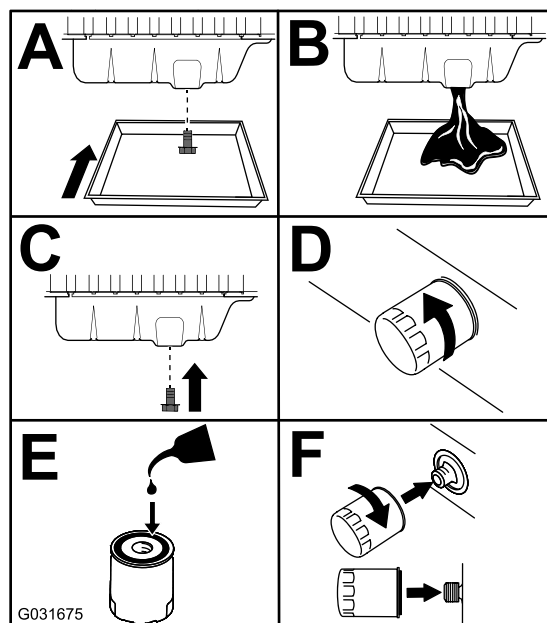

Рисунок 79
3. Замените моторное масло и масляный фильтр (Рисунок 79).